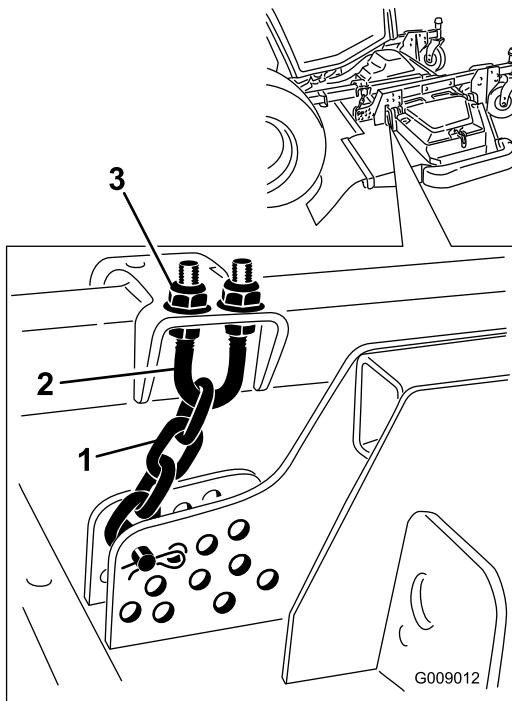

Figura 137
- Afloje las contratuerca de la parte superior o inferior del perno en U de la cadena de altura de corte (Figura 137).